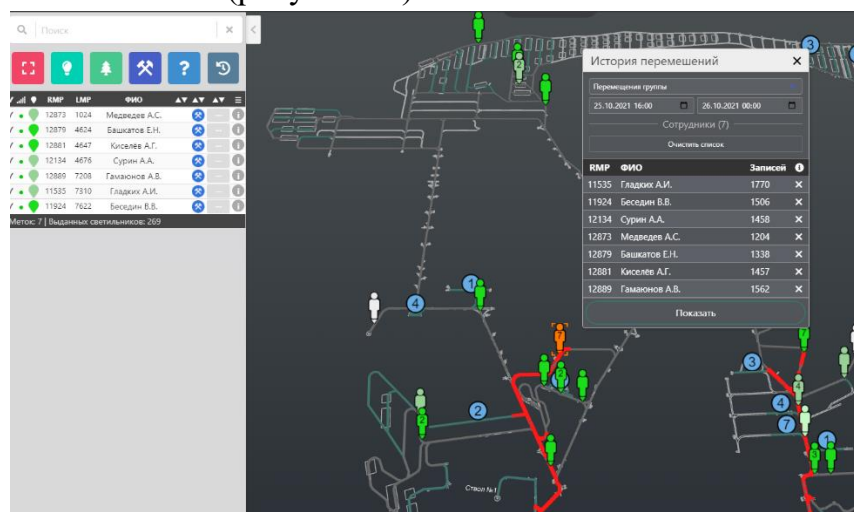

Рисунок 20 – История перемещений групповая.
2.8.3.2. В появившемся окне истории перемещения можно выбрать период для просмотра истории перемещения. Кнопка «показать» покажет историю перемещения на мнемосхеме (рисунок 20).